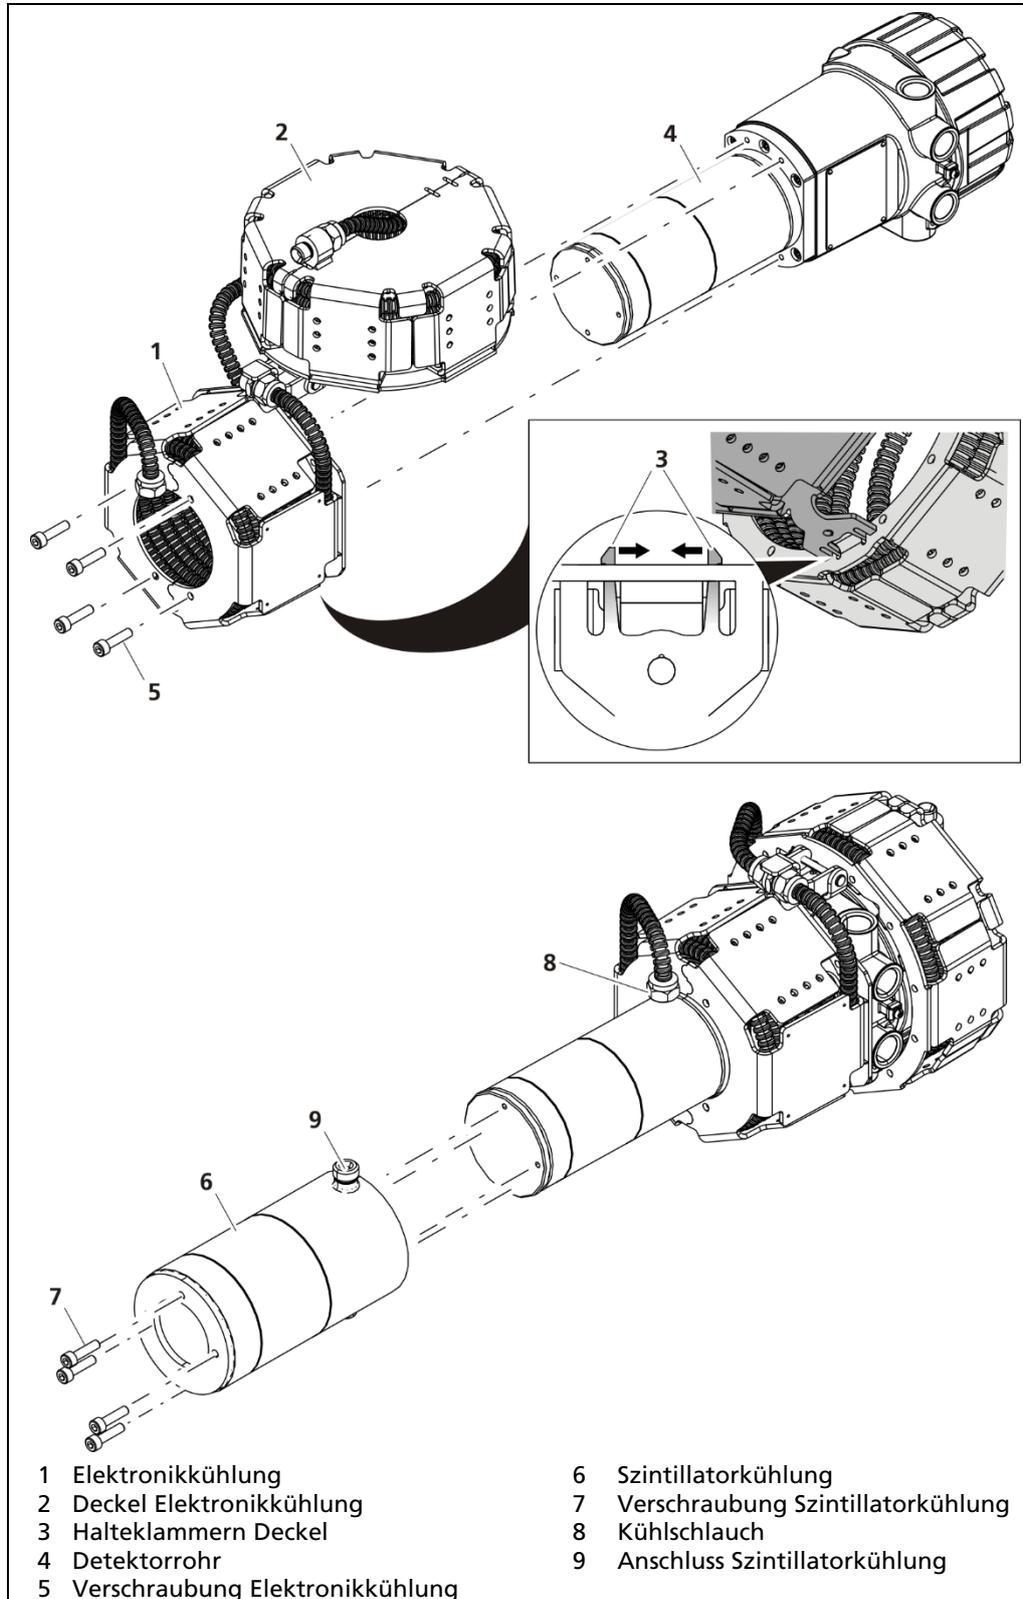

Abb. 16 Wasserkühlung montieren
1. Öffnen Sie den Deckel der Elektronikkühlung (Abb. 16, Pos. 2), indem Sie die Halteklammer (Abb. 16, Pos.3) am Deckel zusammendrücken.
- ▶ Der Deckel (Abb. 16, Pos. 2) lässt sich aufklappen.
2. Schieben Sie die Elektronikkühlung (Abb. 16, Pos. 2) über das Detektorrohr (Abb. 16, Pos. 4) in Richtung des Anschlussraums.
3. Befestigen Sie die Elektronikkühlung mit den beiliegenden Schrauben (Abb. 16, Pos. 5) am Detektorrohr (Abb. 16, Pos. 2).
4. Klappen Sie den Deckel der Elektronikkühlung (Abb. 16, Pos. 2) vorsichtig zu, bis die Halteklammern (Abb. 16, Pos.3) einrastet.
5. Schieben Sie die Szintillatorkühlung (Abb. 16, Pos. 6) über das Detektorrohr (Abb. 16, Pos. 2).
6. Befestigen Sie die Szintillatorkühlung mit den beiliegenden Schrauben (Abb. 16, Pos. 7) am Detektorrohr (Abb. 16, Pos. 2).
7. Verbinden Sie den Kühlschlauch (Abb. 16, Pos. 8) am Anschluss der Szintillatorkühlung (Abb. 16, Pos. 9).